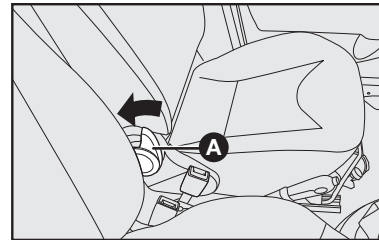

fig. 10
ACESSO AOS BANCOS TRASEIROS (versões com 3 portas - fig. 10)
- Acionar a alavanca **A**-fig. 10 conforme a seta, mantendo-a acionada e rebater o encosto para frente até atingir o final de curso.